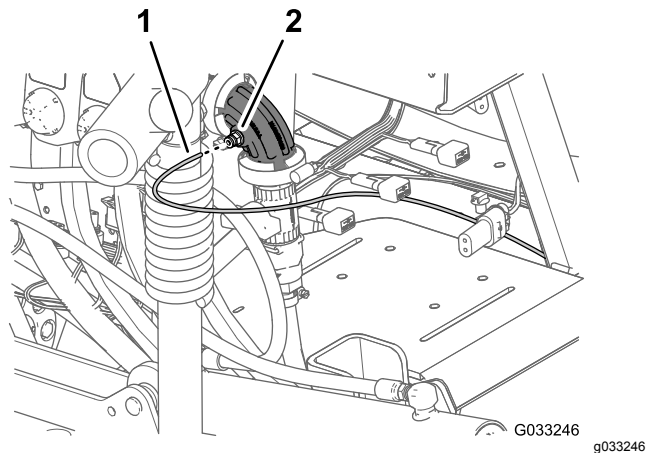
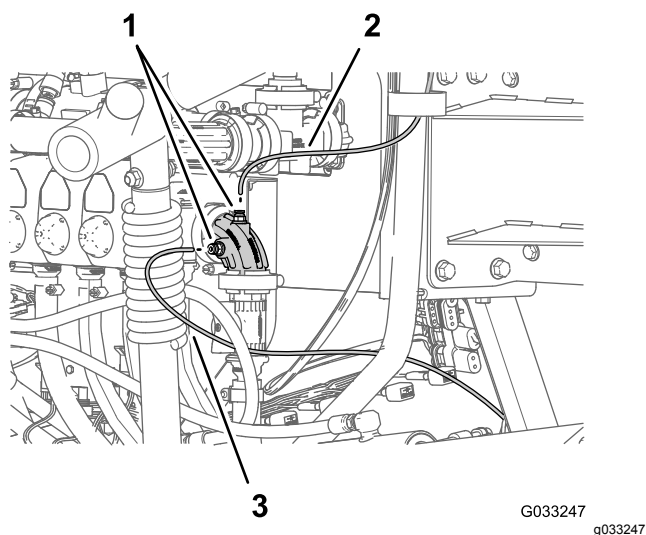

図 121
図 122
- ダッシュボードの水圧計用の水圧検知チューブ樹脂チューブの口を、チューブカップラのロックカラーに合わせる 図 121と図 122。
- 検知チューブをロックカラーに挿入して一番奥まで押し込む 図 121と図 122。